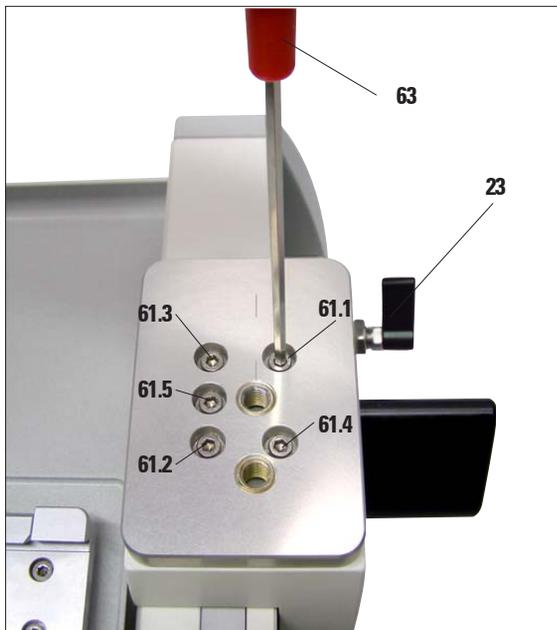

Figura 10
- Inserire a tale scopo le cinque viti a testa svasata (61.1-61.5) nei fori e serrarle con una chiave maschio esagonale T25 (63) alternando le viti diagonalmente opposte (ordine in figura 10).